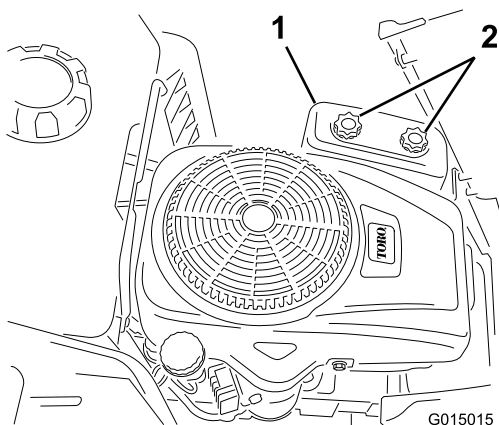

図 32
4. エアクリーナカバーを固定している2つのノブをゆるめてカバーを外す 図 32。
3. エアクリーナカバーを取り付けて2つのノブを締め付ける 図 32。